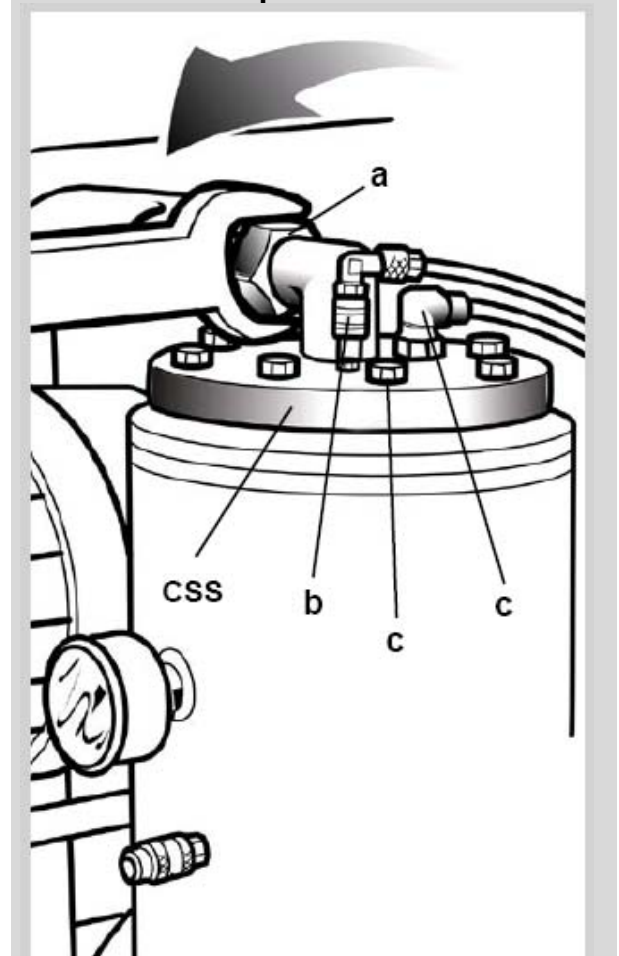

рис.41.
- Снять крепления, обеспечивающие соединение пластиковых трубок и фланца ресивера сепаратора **SS** (см. рис.41-б).